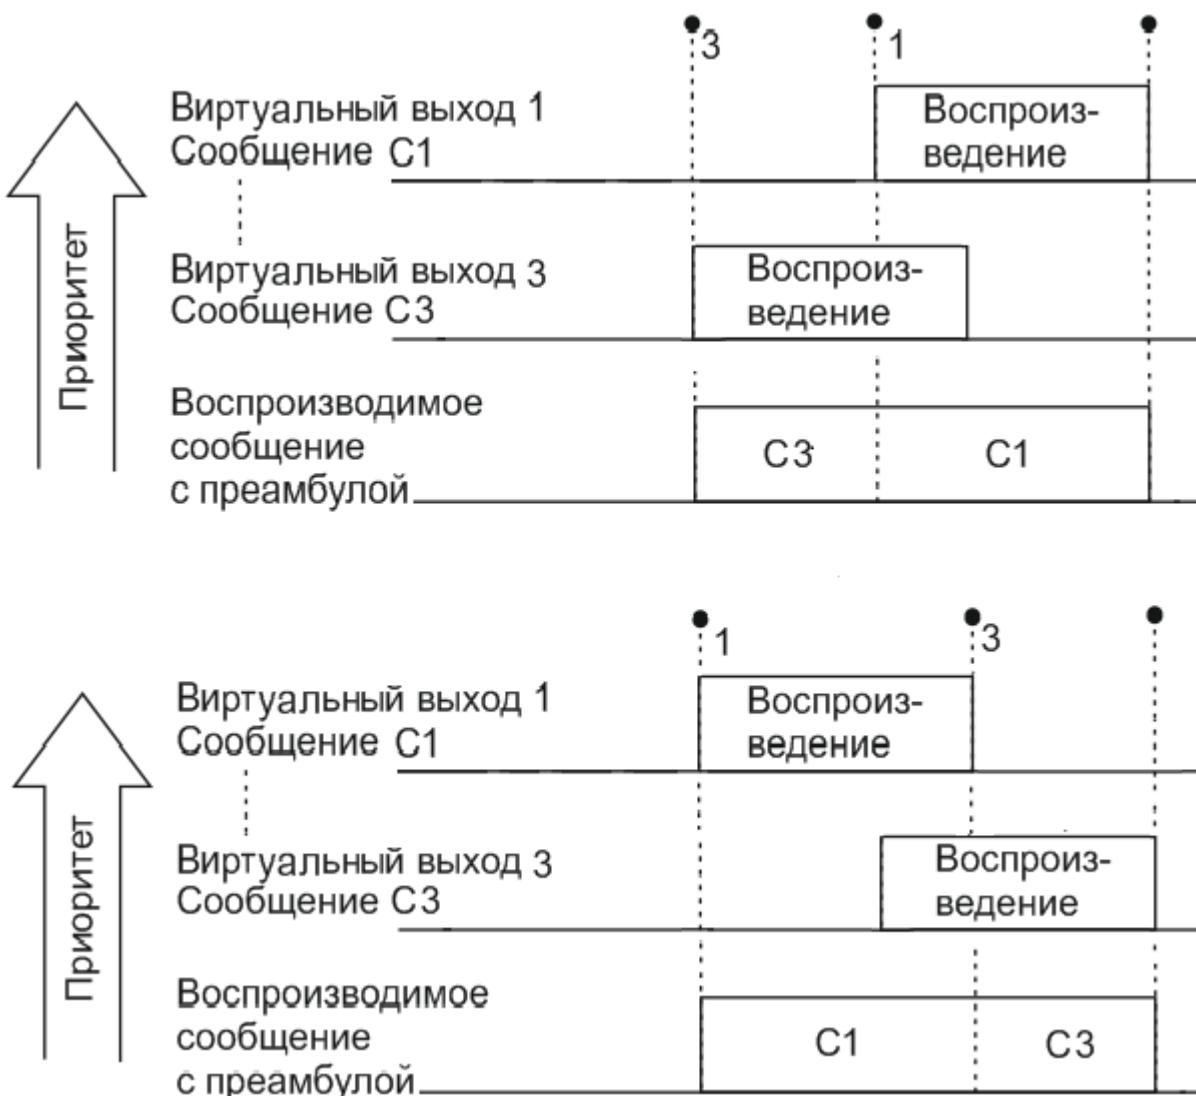

Рис. 4. Пример воспроизведения нескольких сообщений
5.5.7 При получении нескольких команд «Пуск речевого оповещения» с разными номерами виртуальных выходов воспроизведение звуковых фрагментов производится с учетом приоритетов этих выходов, а так же длительностей и задержек воспроизведения каждого из них. Пример воспроизведения нескольких сообщений показан на Рис. 4